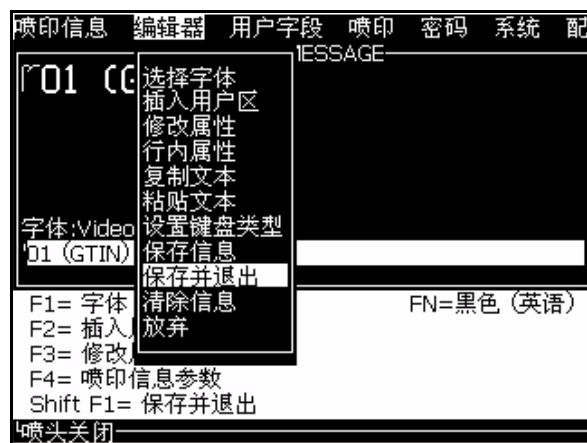

图 5-27: 保存并退出选项
- 从 *Editor* (编辑器) 菜单选择 *Save and Exit* (保存并退出) (图 5-27)。